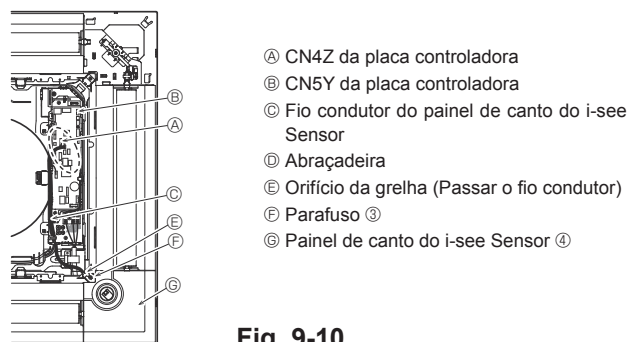

Fig. 9-10
9.4.6. Instalação do painel de canto do i-see Sensor (Fig. 9-10)
- Encaminhe o conector do fio condutor (branco, 4 polos e branco, 5 polos) do painel de canto do i-see Sensor ④ a partir da parte lateral da caixa elétrica da unidade principal e ligue ao conector CN4Z e CN5Y da placa controladora.